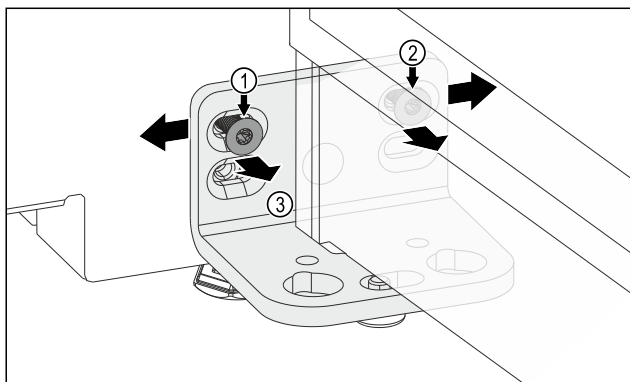

Fig. 12
- ▶ Povolte šroub Fig. 12 (1) a šroub Fig. 12 (2). Na šrouby Fig. 12 (2) budete potřebovat krátký zahnutý šroubovák.
- ▶ Přesuňte dveře s úhelníkem závěsu Fig. 12 (3) doleva.
- ▶ Přesuňte dveře s úhelníkem závěsu Fig. 12 (3) doprava.
- ▶ Dveře dosáhly koncové polohy: Utáhněte šroub Fig. 12 (1) a šroub Fig. 12 (2).